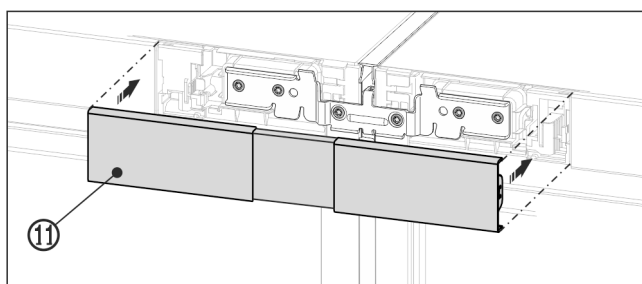

Fig. 19 Représentation à titre d'exemple
- Clipser le cache Fig. 19 (11) supérieur sur l'interstice encore ouvert des deux panneaux du bandeau de commande. Veiller à ce que les parties externes du cache se ferment en affleurant les panneaux du bandeau de commande.